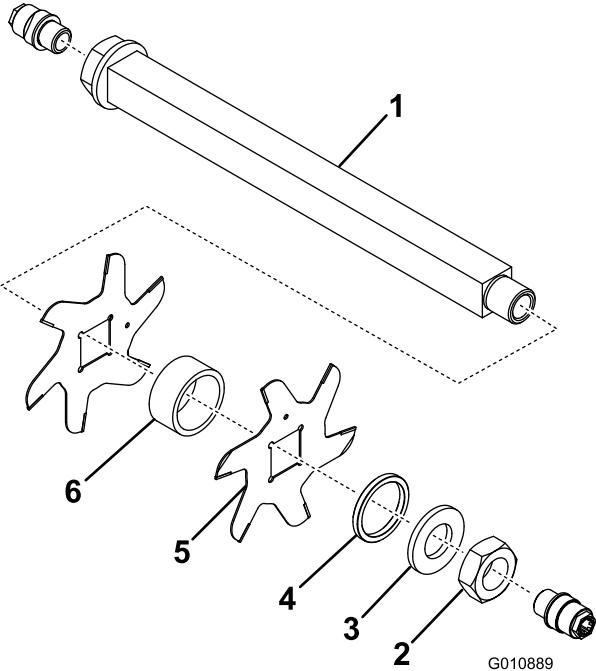

Рисунок 11
- Извлеките небольшой разделитель, шайбу, ножи и большие разделители. Очистите и смажьте квадратный вал небольшим слоем смазки, чтобы облегчить сборку (Рисунок 11).